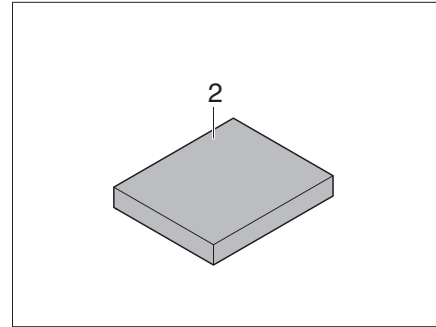

Bild 175 Zusatzpolster
- Zusatzpolster (Bild 175,2) in die Mitte auf den Tisch legen.